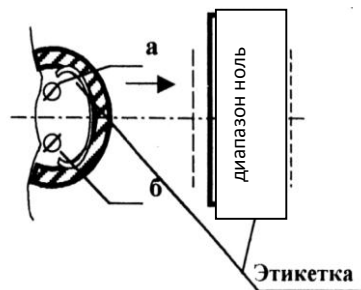

Рисунок 6 - Схема расположения корректоров НОЛЬ и ДИАПАЗОН
- получить доступ к корректорам НОЛЬ и ДИАПАЗОН (рисунок 6).
- получить доступ к корректорам НОЛЬ и ДИАПАЗОН (рисунок 6);